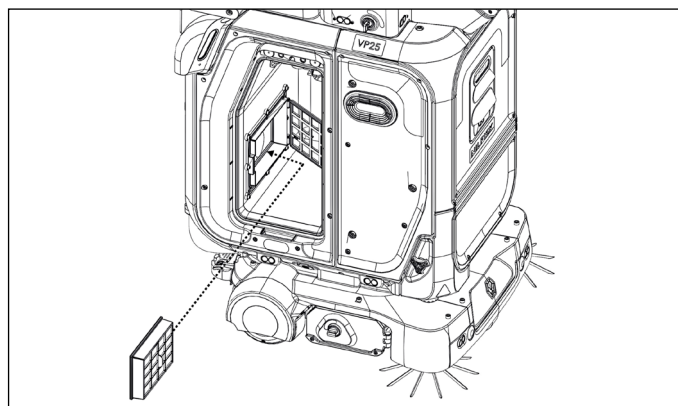

Figure 84
4. Installez le filtre dans le porte-filtre (Fig. 84).